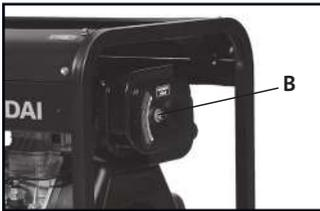

Рис. 9
- Открутите винт на крышке воздушного фильтра (рис. 9, В).